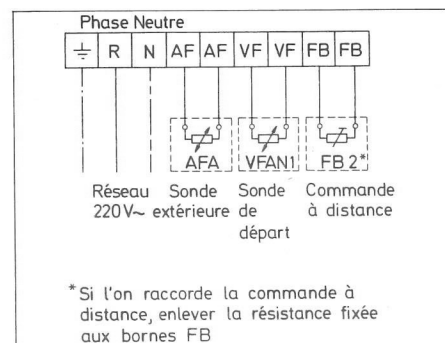

Fig. 7 Régulation par la température extérieure avec commande à distance FB2
- Régulation par la température extérieure avec commande à distance, Fig 7
La fonction remplie par le bouton de réglage SOLEIL de l'appareil central peut être obtenue au moyen d'une commande à distance installée dans la salle de séjour. Le raccordement électrique se fait suivant la Fig 7.